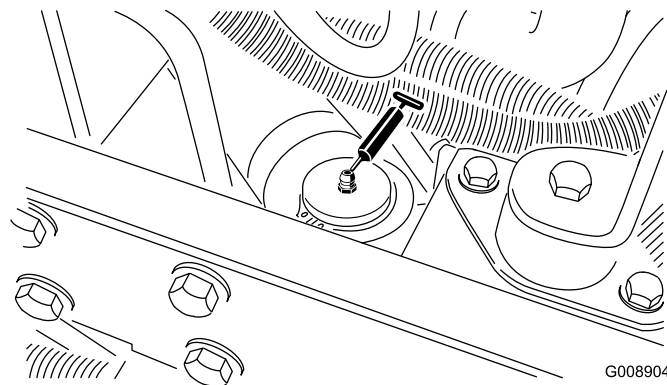

Figura 41
- Cilindro de dirección (Figura 41).